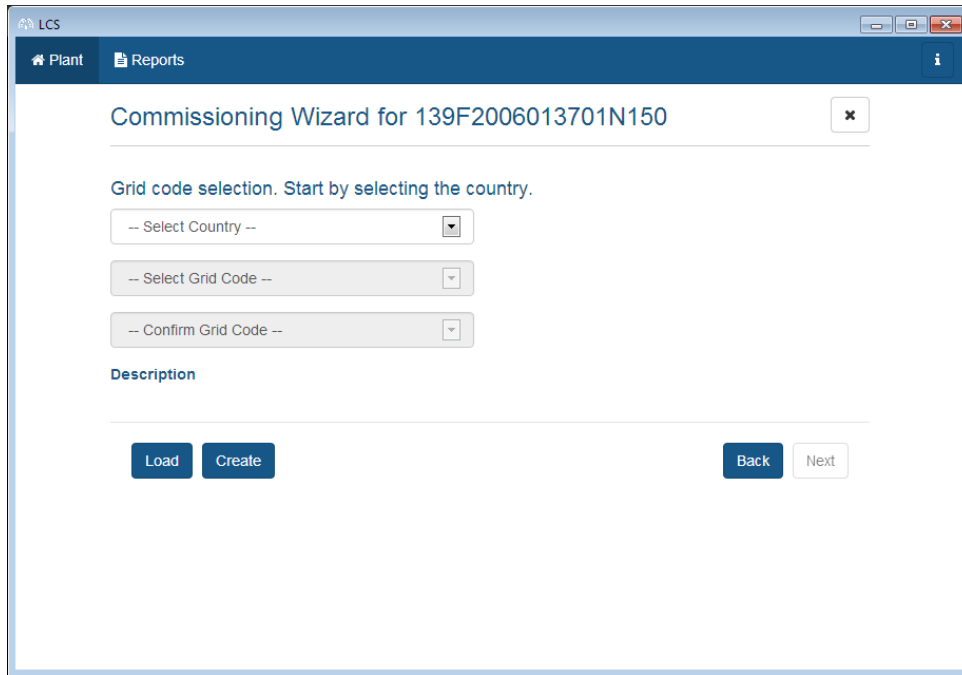

Abbildung 3.7 LCS-Tool - Land und Grid-Code auswählen
5. Wählen Sie das gewünschte Land aus der Liste der verfügbaren Optionen für die Wechselrichter im Netzwerk. Siehe *Abbildung 3.7*.
6. Wählen Sie den gewünschten Grid-Code aus der Liste der verfügbaren Optionen für das ausgewählte Land aus. Im Bedarfsfall einen kundenspezifischen Grid-Code durch Anklicken der ‚Lade‘-Taste laden. Siehe *Abbildung 3.7*. Die ‚Neu‘-Schaltfläche ist inaktiv und kann nicht verwendet werden.